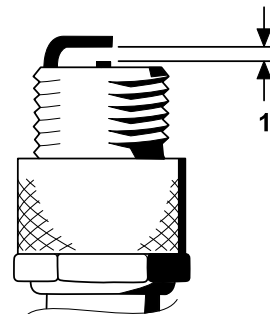

図 35
4. 図 35 のように、電極間のエアギャップを 0.76 mm に調整する。